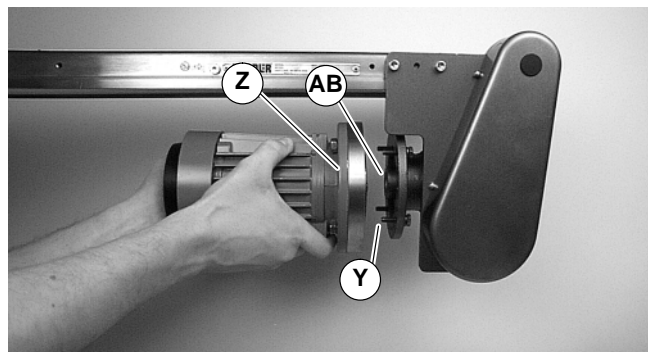

Abbildung 25
5. Adapterflansch (AN) auf neuem Motor installieren. Die Schrauben und Muttern einsetzen (AM) und festziehen.
6. Mit der Paßfeder (AB siehe Abbildung 25) in der Nut, den Motor mit Adapterflansch (Z) und Untersetzungsgetriebe zusammenschieben. Die Schrauben einsetzen (Y) und festziehen.